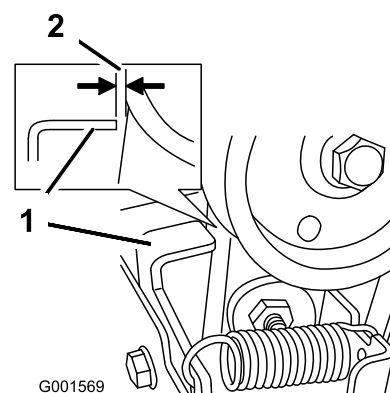

Figure 49
3. Lorsque le levier de commande de la vis sans fin/turbine est désengagé, vérifiez qu'il existe un écart de 1,5 mm (1/16") entre l'ensemble embrayage de vis sans fin et la patte (Figure 49).